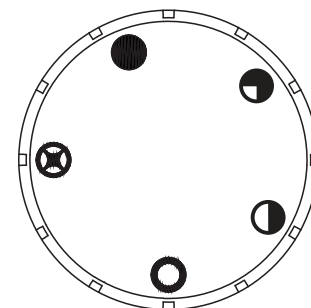

Fig. 23a
4. Espere cinco (5) minutos para que se vacíe todo el gas. Luego huelga en busca de gas, incluyendo cerca del piso. Si huelga gas, ¡ALTO! Siga "B" en la información de seguridad anterior. Si no huelga a gas, vaya al siguiente paso.
5. Presione la perilla de control suavemente y gírela  hacia la izquierda a la posición "PILOT" . (Ver Fig. 23a) Oprima la perilla de control.